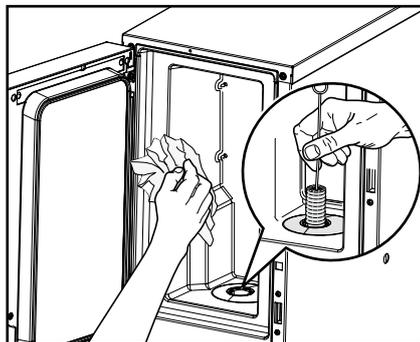

図25
- 清潔な湿らせた布で冷蔵室の内部を拭き、計量穴をブラシで掃除してください。(図25)